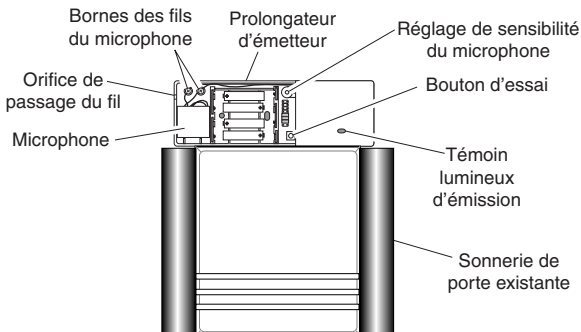

Figure 5
3. Le prolongateur d'émetteur toujours à sa position de montage prévue, activez le carillon de porte existant. Si le carillon à l'épreuve des intempéries sonne, passez à l'étape 6. S'il ne sonne pas, changez l'emplacement du prolongateur d'émetteur ou augmentez la sensibilité du microphone (Figure 5) en tournant le bouton de réglage dans le sens horaire. Dans certains cas, il peut être nécessaire de sortir le microphone amovible du boîtier de l'émetteur et de le monter directement sur le boîtier du carillon existant ou à l'intérieur du boîtier du carillon existant sur